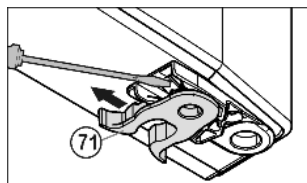

Fig. 9
- ▶ Permuter la pince élastique *Fig. 9 (71)* : appuyer sur l'ergot puis retirer la pince élastique.